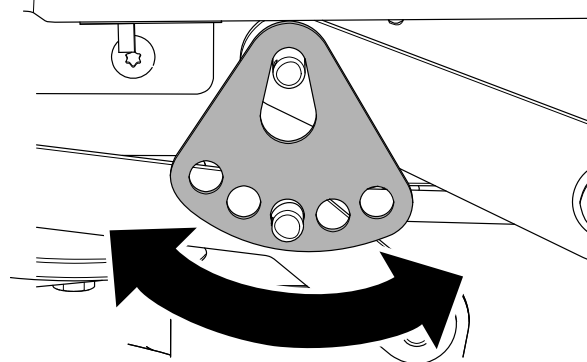

Figure 71
7. Tournez la plaque de hauteur de coupe à un trou différent pour que le poids du tablier de coupe soit soutenu après l'installation de la plaque (Figure 71).
8. Installez la rondelle et la goupille fendue (Figure 71).